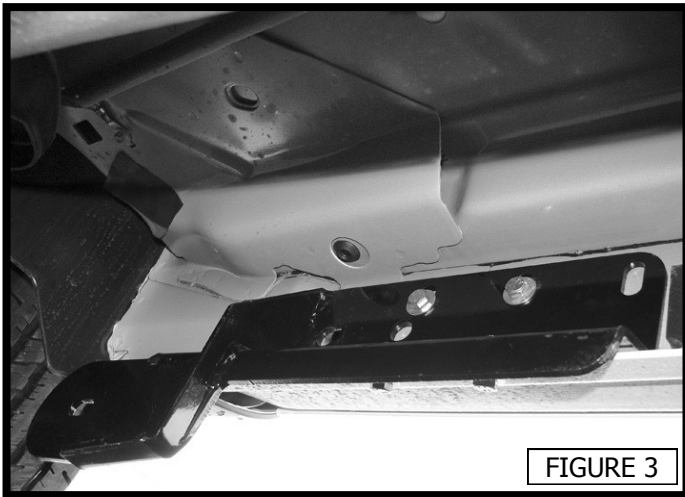

FIGURE 3
4. Insert (1) M12 single stud plate through the larger round hole and hold in place with (1) M12 plastic retainer, then attach the front passenger mounting bracket using (2) M8 hex bolts, (2) M8 lock washers, (2) M8 flat washers, (1) M12 hex nut, (1) M12 lock washer, and (1) M12 flat washer. Do not fully tighten at this time. (FIGURE 3)
5. Align two of the bottom holes with the two on the vehicle pinch weld, then secure with (2) M8 hex nuts, (2) M8 hex bolts, (4) M8 flat washers, and (2) M8 lock washers. Do not fully tighten at this time. (FIGURE 3)
3. Insérez (2) écrous pincas M8 dans la fente rectangulaire, de manière à ce qu'ils soient visibles à travers les orifices circulaires. (FIGURE 3)
4. Insérez (1) plaque à goujon simple M12 dans le grand orifice circulaire. Ensuite, fixez le support de montage frontal passager à l'aide de (2) boulon hexagonaux M8, (2) boulons hex M8, (2) rondelles plates M8, (1) écrou hexagonal M12, (1) rondelle frein M12 et (1) rondelle plate M12. Ne serrez complètement pas pour le moment. (FIGURE 3)
5. Alignez deux des orifices inférieurs avec les deux situés sur les joints de soudure du véhicule, puis fixez le tout à l'aide de (2) écrous hexagonaux, (2) vis à tête hexagonale M8, (4) rondelles plates M8 et (2) rondelles freins M8. Ne serrez complètement pas pour le moment. (FIGURE 3)